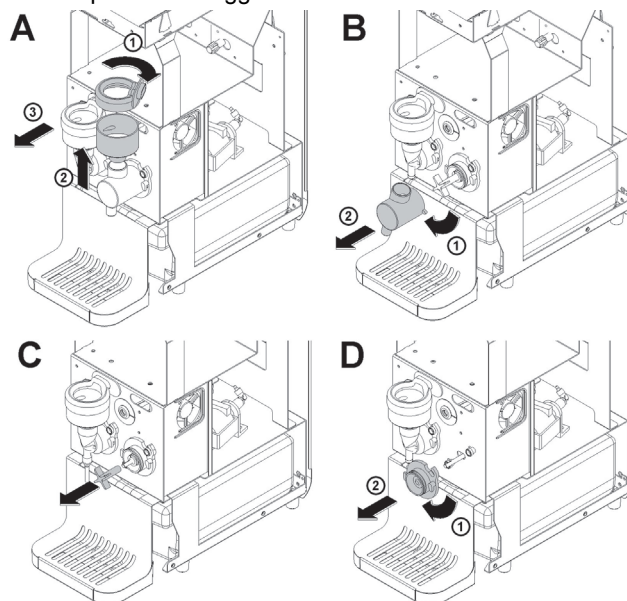

figura 8
- 5** Per smontare i miscelatori procedere come segue (vedere figura 8):